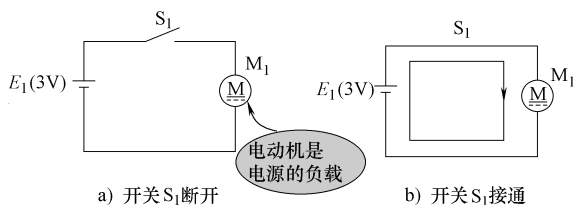

图 3-46 示意图
1) 电源开关对电机控制作用。这里以玩具电机电路为例说明回路中元器件对负载的影响，如图 3-46 所示，电路中的电源开关 S1 控制电机所在电路是否成回路，当 S1 断开时，电机没有回路，这时电路中没有电流，所以电机 M1 不转动。当电源开关 S1 接通后，电机电路成回路，电路中有电流流过电机 M1，电机 M1 转动。